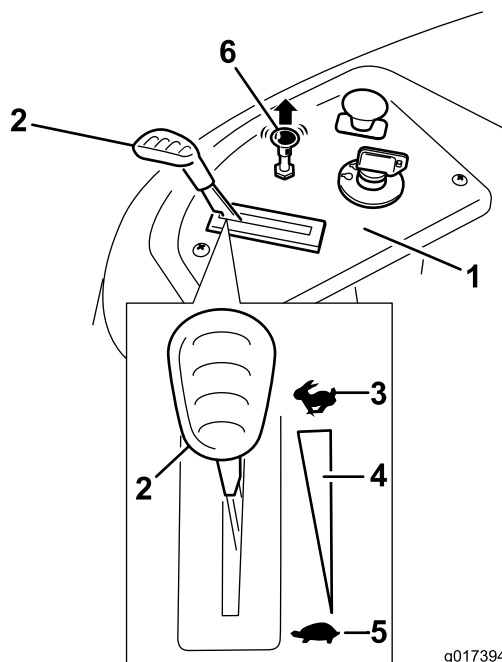

Figure 12
3. Tirez la commande de starter pour démarrer un moteur à froid (Figure 12).